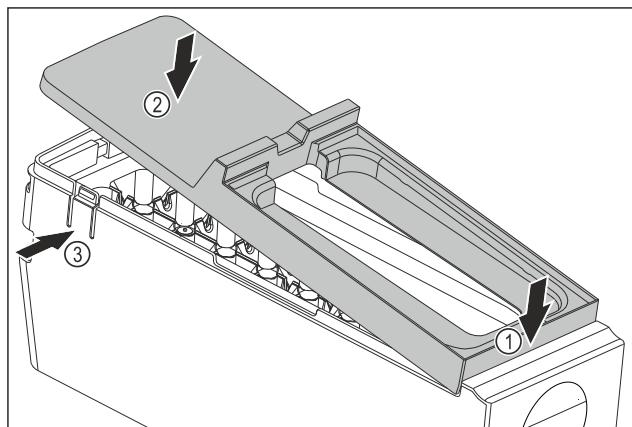

Fig. 134
- Смонтируйте крышку корпуса EasyTwist-Ice: Установите крышку спереди. Fig. 134 (1)
- Опустите крышку сзади. Fig. 134 (2)
- Крышка со щелчком фиксируется в накладках Fig. 134 (3).